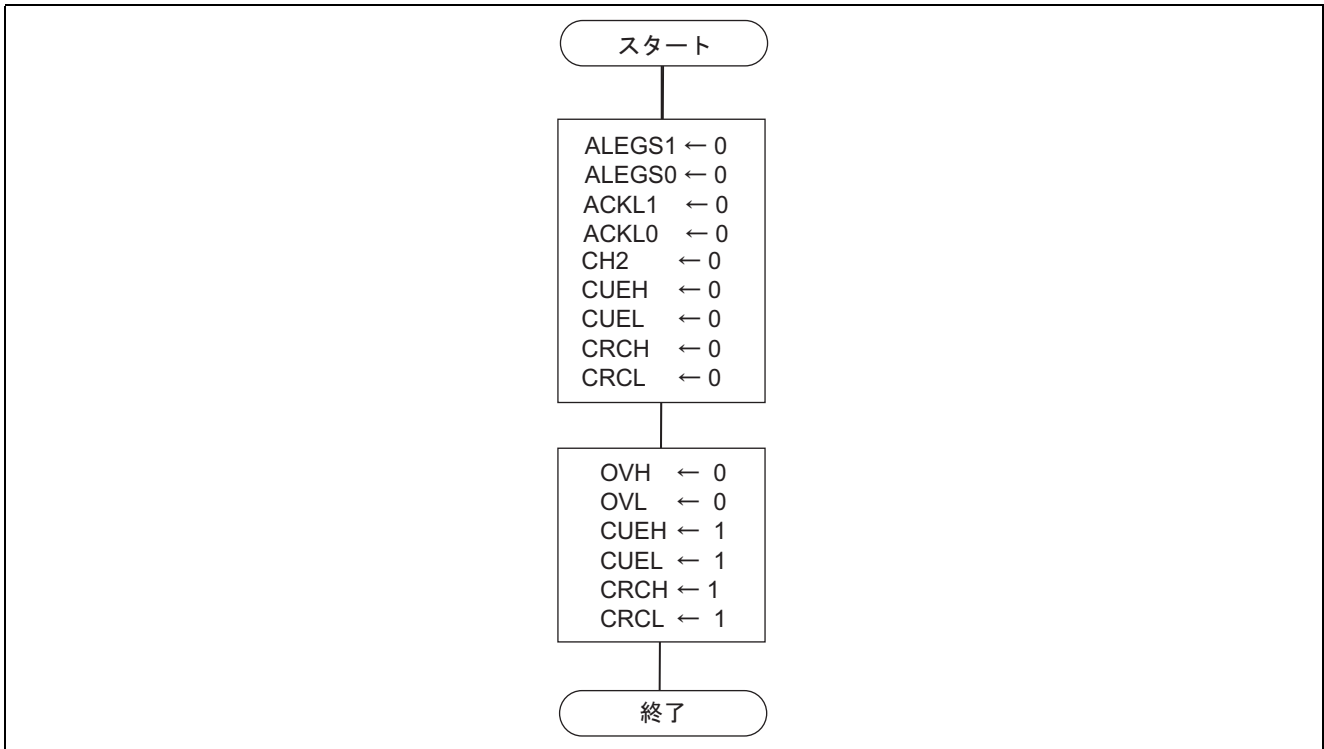

図 2 16 ビット非同期イベントカウンタの設定方法例
(4) 16 ビット非同期イベントカウンタとして使用する場合の設定方法の例を図 2 に示します。
リセット時、CH2 は"0"にクリアされるため、リセット後は ECH、ECL は 16 ビットイベントカウンタとして動作します。また、図 2 に示すように設定することによっても、16 ビットイベントカウンタとして動作します。動作クロックは AEVL 端子からの非同期イベント入力です。ECH、ECL のカウント値とともに H'FF になった後に、クロックが入力されると ECH、ECL はオーバフローし、ECCSR の OVH フラグが"1"にセットされ、ECH、ECL のカウント値はそれぞれ H'00 に戻り、再びカウントアップを再開します。オーバフロー発生時には、IRR2 の IRREC が"1"にセットされます。このとき、IENR2 の IENEC が"1"ならば CPU に割り込みを要求します。